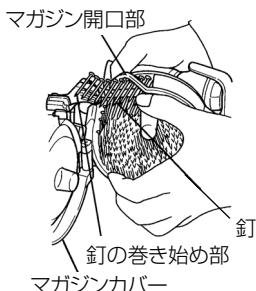

図 7
- 釘をマガジン内に入れます。このとき、釘の巻き始め部をマガジンの開口部に入れますと、次の作業が簡単になります。(図 7)